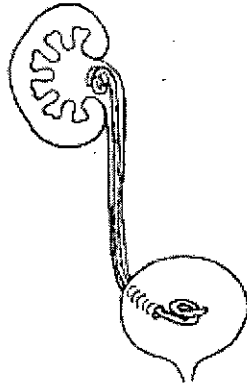

Fig. 2
4. Retire por completo el posicionador y la guía (Fig. 2).